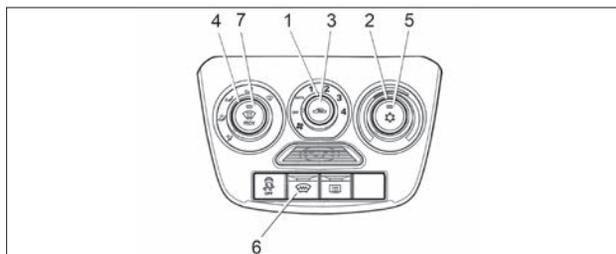

Рис. 39. Блок управления климатической системой (в варианном исполнении)
**В варианном исполнении** (см. рис. 39) климатическая установка имеет дополнительный режим кондиционирования, обеспечивающий охлаждение воздуха, подаваемого в салон автомобиля. При этом логика и алгоритмы управления, описанные выше для системы вентиляции и отопления, верны и для климатической установки с кондиционером.
2. Включите вентилятор, установив **рукоятку 1** (см. рис. 39) в одно из положений «1», «2», «3» или «4».
Для установки желаемой температуры воздуха в салоне поверните **рукоятку 2** (см. рис. 39) по часовой стрелке для повышения, против часовой стрелки для понижения. Температура будет поддерживаться автоматически в пределах производительности климатической установки и установленного допуска.
2. Поверните **рукоятку 2** (см. рис. 39) против часовой стрелки в левое положение до упора (синяя точка на блоке управления).
4. **Рукояткой 1** (см. рис. 39) включите максимальную скорость вентилятора климатической установки (положение «4»).
С помощью **рукоятки 2** (см. рис. 39) можно установить желаемую температуру воздуха в салоне. Климатическая система будет автоматически поддерживать установленную температуру воздуха в салоне в пределах производительности климатической установки и установленного допуска.
Для очистки ветрового и передних боковых стекол от запотевания, обмерзания или наружного обледенения в автоматическом режиме установите **рукоятку 1** управления вентилятором климатической системы в положение «АУТО», нажмите **кнопку 7** (см. рис. 39) с символом . Климатическая система автоматически:
Для включения/выключения ЭОВС нажмите **кнопку 6** (см. рис. 39), при включении загорается индикатор на кнопке выключателя. Контрольный световой индикатор, расположенный на кнопке выключателя, будет светиться желтым светом в течение всего времени работы системы электрообогрева. Система ЭОВС функционирует только при работающем двигателе.